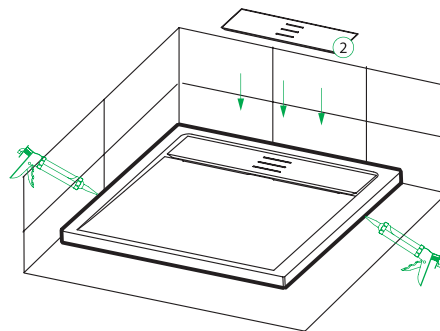

Рис. 15/51-сур.
4. Отступив от стен на 3–5 мм, поместите поддон поверх рабочей зоны, строительным уровнем скорректировав его положение по горизонтали. Силиконом загерметизируйте стыки прилегания поддона к стенам. Рисунок 14. Зафиксировав поддон, оставьте его на 48 часов для высыхания. Рисунок 15.